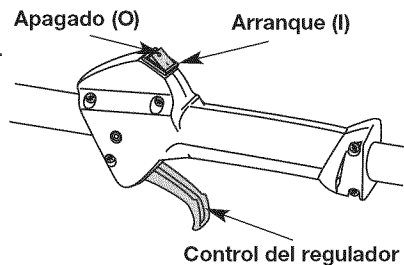

Fig. 6
**NOTA:** No hay necesidad de arrancar la unidad. El control de Encendido/Apagado está en la posición ENCENDIDO (I) en todo momento (Fig. 6).